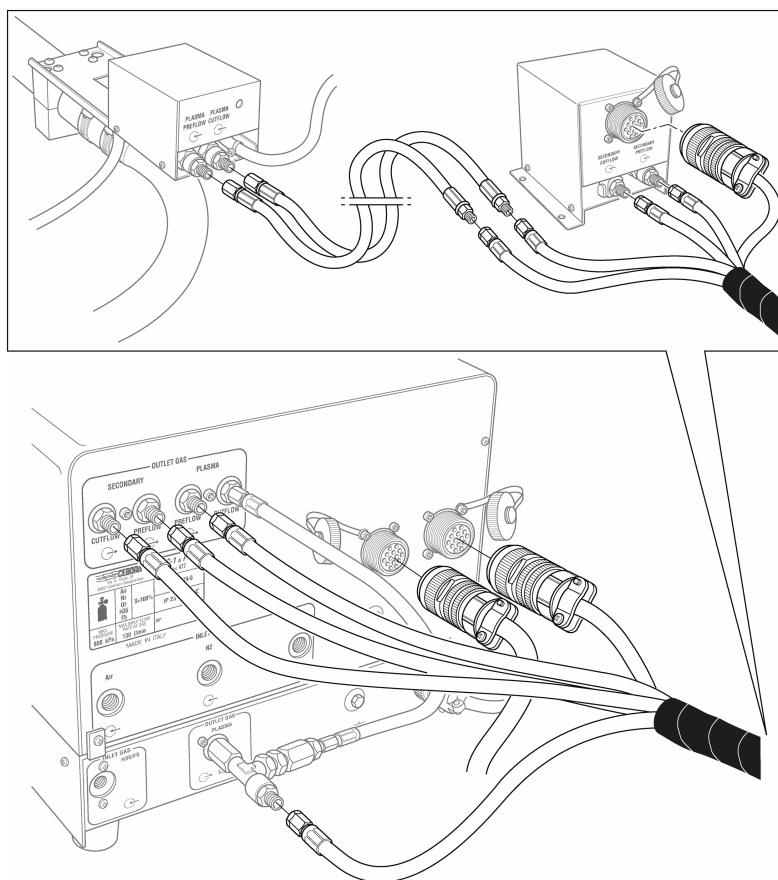

Fig. 3.7
- il tubo tra l'uscita "plasma cutflow" di PGC-1 e l'ingresso "plasma" di PGC-2 (vedi Fig. 3.7)